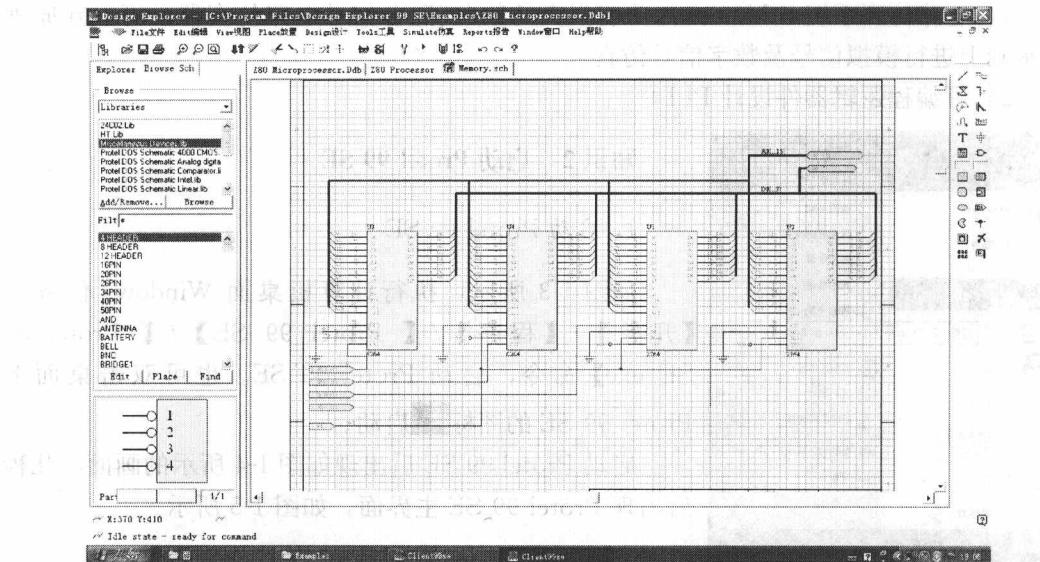

图 1-1 Protel 99 SE 设计的原理图示例
1) 原理图设计系统 (Sch99) 包括原理图编辑器 Sch、元件编辑器及各种数据报表生成器。主要功能为原理图元件的修改和生成，以及电路原理图的设计，为印制电路板 (PCB) 的设计打好基础。图 1-1 展示了一张用 Protel 99 SE 设计的原理图。